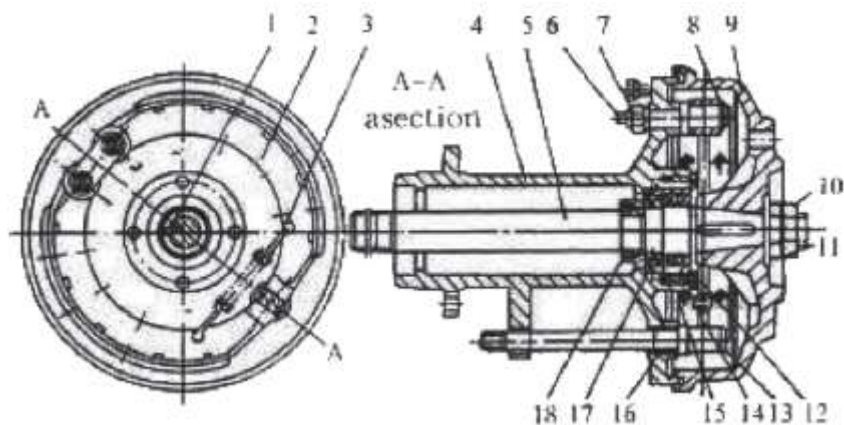

Рис. 3.15. Полуось и тормозная система.
Полуось и тормоза (рис. 3.15.) состоит из тормозных колодок, полуоси, корпуса полуоси, вал эксцентрика, масляный сальник, подшипников и т.д. Для тракторов серии TZR существуют нормальная ширина колеи, средняя и широкая. Имеется три типа корпуса полуоси 4 и полуоси 5 для полуоси и тормозов. Следует обращать на это внимание при замене корпуса полуоси и полуоси. Покупайте и заменяйте детали в соответствии с моделью деталей в каталоге.
2. Отрегулируйте положение вала эксцентрика (рис. 3.15.), чтобы изменить трение фрикционных дисков тормозных колодок и ступицы тормоза, а также сделать износ фрикционных дисков равномерным. При регулировке, приподнимите домкратом заднюю ведущую ось, ослабьте гайку 7 (рис. 3.15.), поверните вал эксцентрика гаечным ключом и одновременно поворачивайте колесо. Когда почувствуете сопротивление, тормозная колодка соприкасается со ступицей тормоза, а затем поверните вал эксцентрика в противоположное положение. Продолжайте, пока не прекратится сопротивление при поворачивании колеса. После этого затяните гайки во избежание несанкционированного поворачивания.